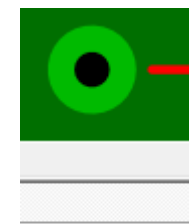

Рис. 64. Прямое подключение контакта к автополигону
1. Уменьшить отступ для данного контакта до нуля. Это полностью сольет его с полигоном (рис. 64).